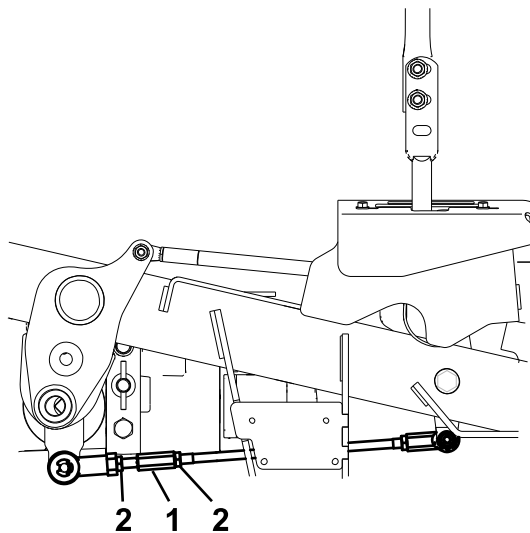

Figure 65
9. Réglez la longueur des tiges de pompes en tournant les doubles écrous dans le sens voulu jusqu'à ce que les roues tournent légèrement en marche arrière (Figure 65).